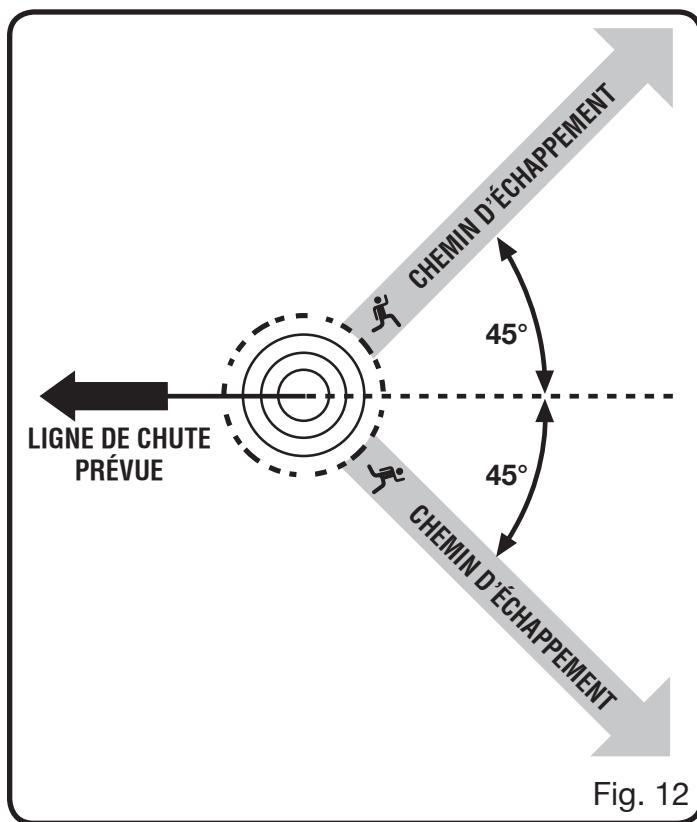

Fig. 12
Voir les figures 12 à 15.
- Avant de commencer une coupe, déterminer un chemin d'échappement (ou plusieurs au cas où le chemin prévu serait bloqué) déblayer les environs immédiats et s'assurer qu'aucun obstacle se trouve sur le chemin d'échappement prévu. Les trajectoires sécuritaires du chemin d'échappement doivent se situer à l'arrière et en diagonale (45°) à l'arrière de la ligne de chute prévue. Lorsque l'arbre commence à tomber, il faut s'écartier de la ligne de chute et suivre le chemin d'échappement et s'éloigner d'au moins 6 m (20 pi) du tronc au cas où l'arbre rebondirait sur la souche. *Voir la figure 12.*